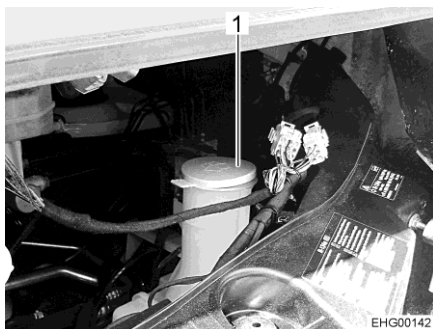

Fig. 35 Bec de remplissage (réservoir de liquide d'essuie-glace)
- Enlever le couvercle (Fig. 35,1) du bec de remplissage du réservoir d'eau d'essuie-glace.
- Enfoncer le couvercle (Fig. 35,1) sur le bec de remplissage du réservoir pour liquide d'essuie-glace.